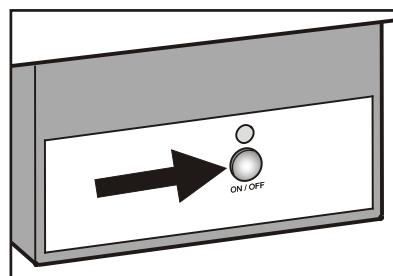

Figura 23
- Presione la tecla “ON/OFF”, de forma que se encienda el correspondiente piloto de control (**Figura 23**).
- Presione el botón en el alojamiento del fabricador de hielo (**Figura 23**) durante aproximadamente 3 segundos. El piloto LED encima del botón comenzará a parpadear.